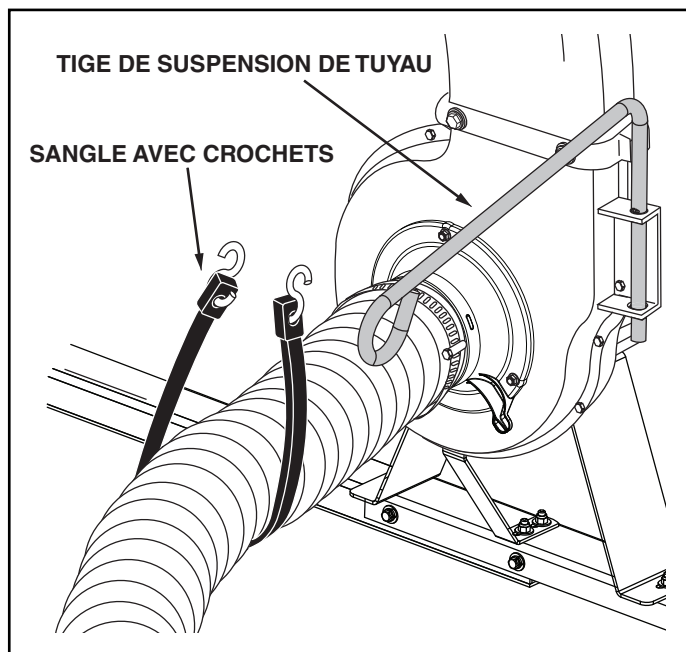

FIGURE 11
16. Placez la tige de suspension du tuyau dans le support de suspension du tuyau sur l'ensemble du boîtier de la turbine. Voir la figure 11.
17. Enroulez la sangle de bâche avec les crochets sous le tuyau. Fixez les crochets à la tige de suspension du tuyau. Voir la figure 11.